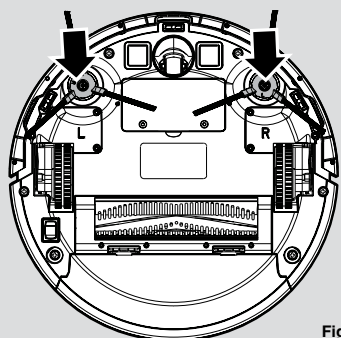

Fig. 3
6. Tryck på de två roterande borstarna som är märkta med L och R på konsolen tills de är på plats. Var uppmärksam på märkningarna L och R på enheten och på borstarna. **[Fig. 3]**